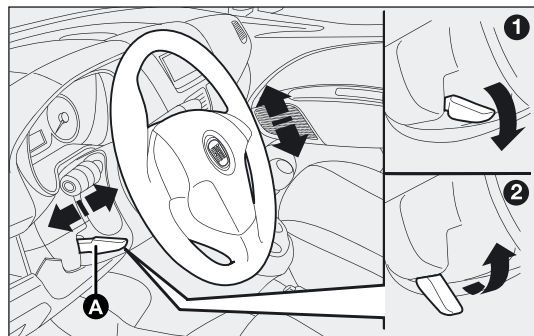

fig. 34
- ☐ ontgrendel de hendel A-fig. 34 door deze naar voren te drukken (stand 1);